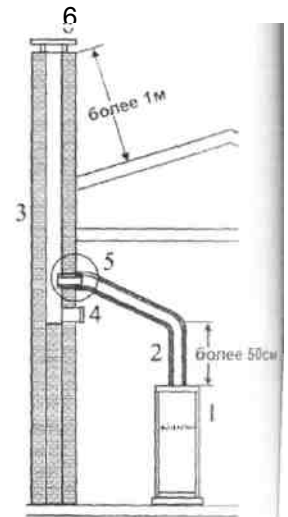

Рис. 28.1.
### 2. Дымоход здания. (Рис. 28.1.)
2.1. Дымоход здания должен обеспечивать отвод продуктов сгорания в полном объеме. Дымоход здания показан на рис. 28.1.: